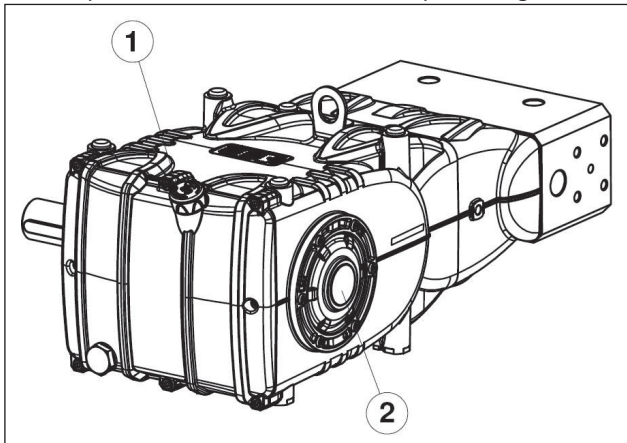

Fig. 15
5. O óleo no carter da bomba esteja no nível, verificando-o com a vareta adequada (pos. ①, Fig. 15) e, excepcionalmente com a luz do nível (pos. ②, Fig. 15).